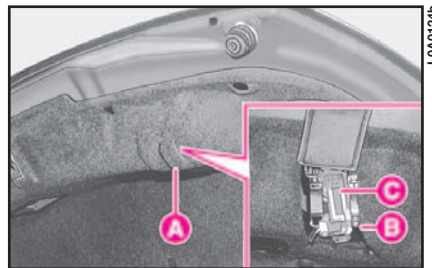

fig. 27
1) Aprire il cofano del bagagliaio e sollevare il rivestimento **A** (fig. 27) in corrispondenza della lampada da sostituire.